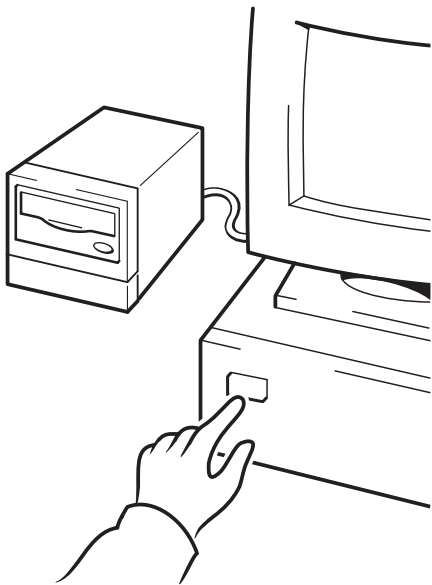

Figure 10c : utilisation de HP OBDR, étape 3
- 3 Mettez votre serveur sous tension (voir figure 10c).